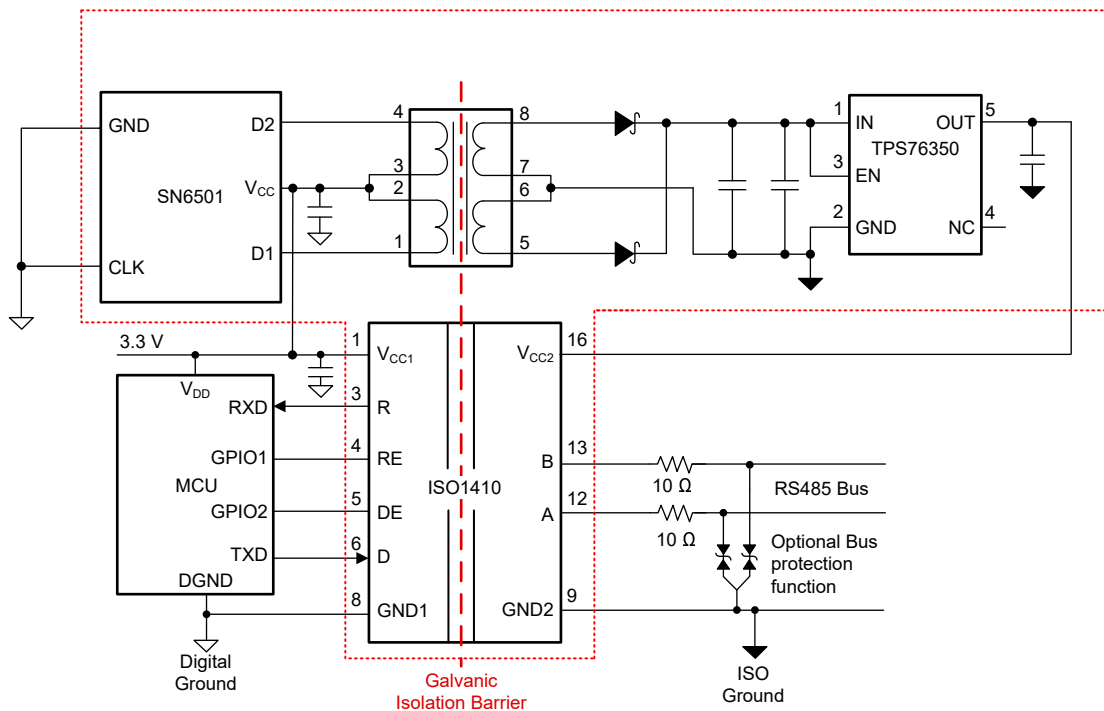
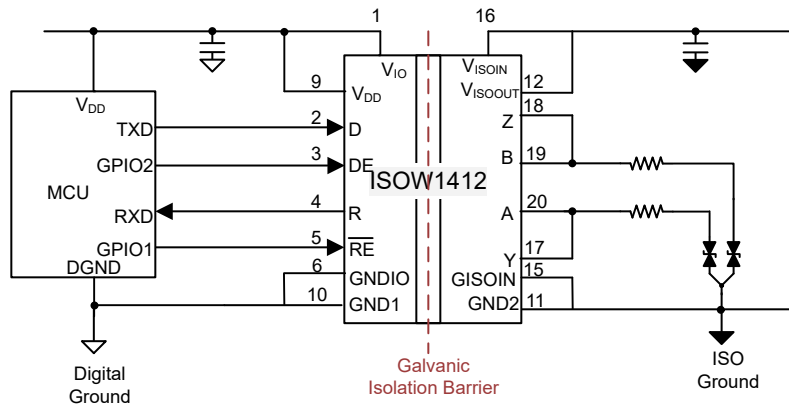

图 1. 采用 ISO1410 和 SN6501 变压器驱动器的 RS-485 隔离信号和电源解决方案
图 2. 隔离式 RS-485 和隔离式电源的集成式实施方案
当 RS-485 通信需要电流隔离时，必须通过信号隔离来隔离从微控制器到收发器的发送、接收和使能信号。这通常通过隔离式 RS-485 收发器或数字隔离器加外部收发器来完成。除了隔离 RS-485 数据外，还必须为隔离式收发器的次级侧提供隔离电源。为此，直流/直流转换器可用于推挽式、反激式和 Fly-Buck 等各种拓扑。图 1 所示为与外部变压器一起使用以创建隔离电源的变压器驱动器示例。
作为分立式实施的替代方案，可使用具有集成直流/直流的隔离式 RS-485 收发器，如图 2 所示。在这种情况下，图 1 中红色高亮显示的完整功能完全集成到单芯片中。
- **易于认证：**产品发布过程已经安排得很满，安全认证则会消耗更多的时间和精力。系统中的每个隔离组件都必须通过元件级标准的认证，例如德国电气电子及信息技术协会 (Verband der Elektrotechnik , VDE) 0884-11 和美国保险商实验室 (UL) 1577。找到具有正确隔离等级和认证的合适变压器也会增加设计过程的复杂性。将信号和电源隔离整合到同一个单芯片解决方案中，可将这些元件一同认证，从而缩短最终产品的认证过程。
- **简洁而可靠的设计：**通过将图 1 中使用的组件集成到图 2 所示的单芯片解决方案中，电路板设计变得更加简单。此外，大型变压器暴露于持续振动的应用中时表现不佳。使用单芯片解决方案时，从电路板上移除变压器可增强系统设计的可靠性。